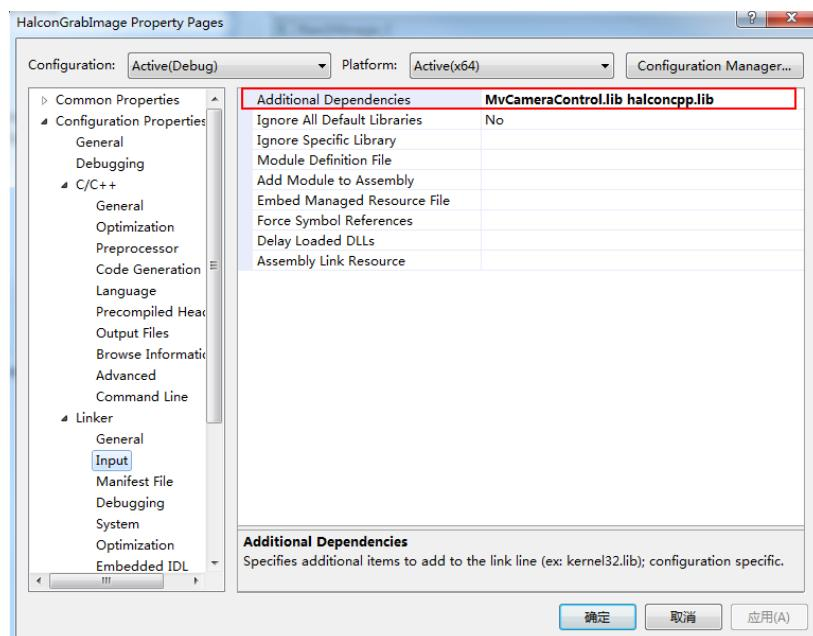
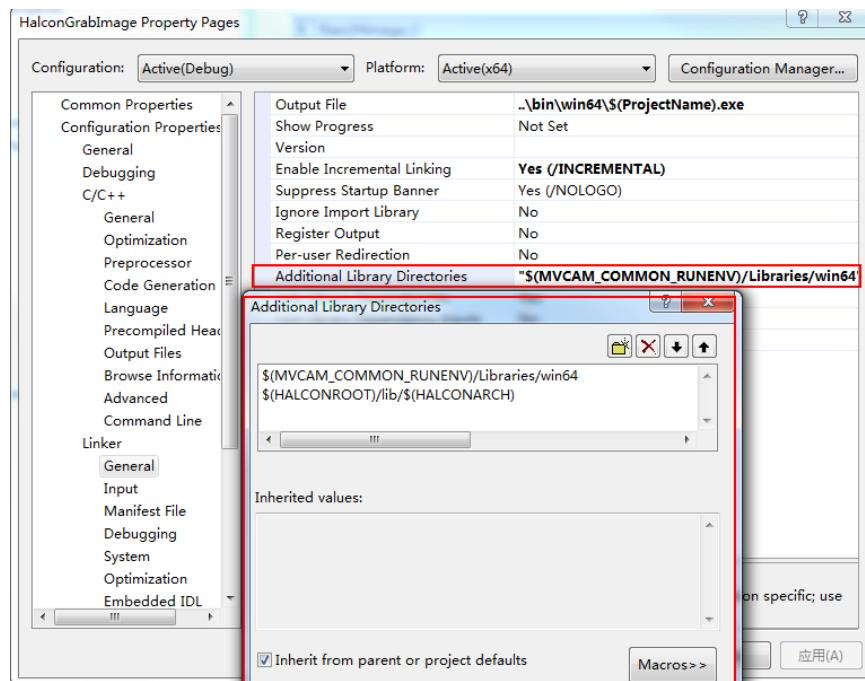

图3-8 加入 lib 文件
图3-9 加入头文件
2. 将 HALCON 和 C++ 的 SDK 头文件和 lib 文件加入到工程中，如图 3-8 和图 3-9 所示。